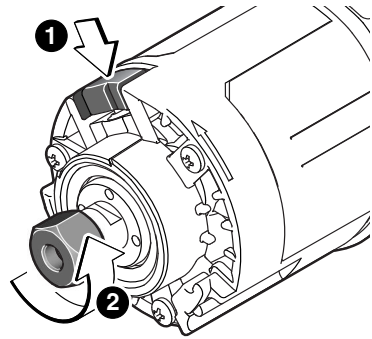

FIG. 2
2. Presione el cierre del husillo para evitar la rotación del mandril portaherramienta. **NOTA:** Es posible que sea necesario girar la tuerca del portaherramienta para acoplar el cierre del husillo (Fig. 2).\*